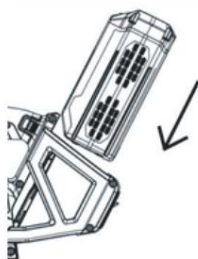

Fig 12
1. Sæt batteripakken i soklen, indtil du hører en tydelig "klik"-lyd (fig. 12).